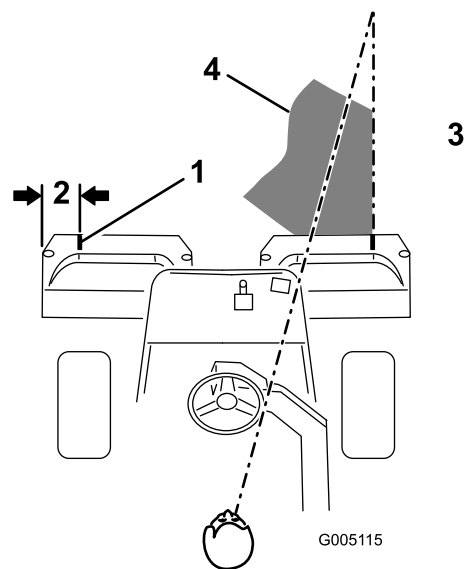
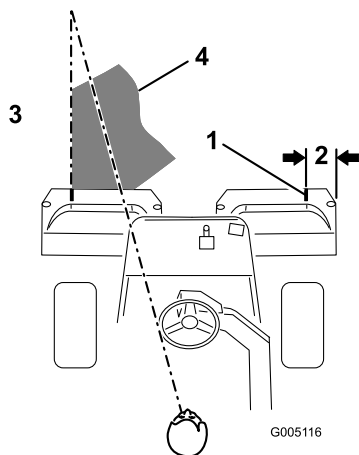

図 33
図 34
の縁と平行に目印を入れる (図 33)。
- 行きと帰りでのオーバーラップができるだけ小さくなるように運転します。隣の列との距離を一定に保って直進するには、本機の前方向約2～3mを視野に捕らえておくのがポイントです（図 33および図 34）。ハンドルを目印にして距離を合わせても良いでしょう。その場合、ハンドルの縁と本機前方の目標ラインとを重ねて見ながら運転します（図 33および図 34）。